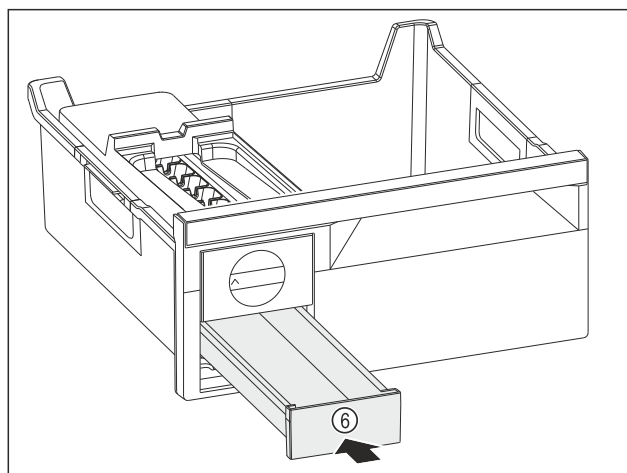

Fig. 148
- ▶ Wsunąć szufladę na kostki lodu Fig. 148 (6).